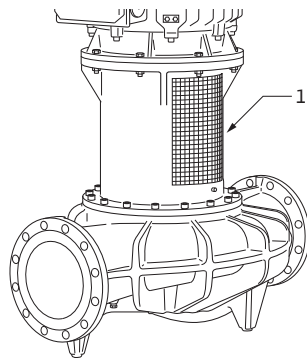

Fig. 31: Disposición del código de la bomba
la fig. 31, pos. 1, muestra la disposición del código de la bomba.